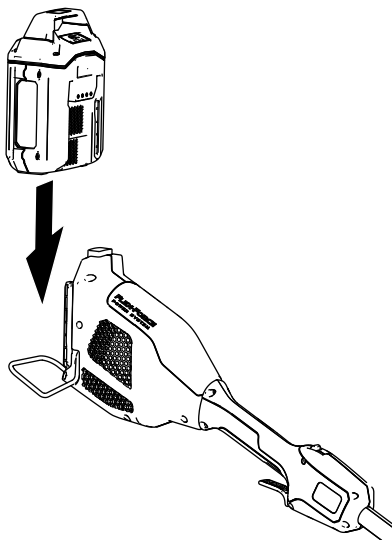

Figura 6
2. Alinee el hueco de la batería con la lengüeta del alojamiento de la empuñadura (**Figura 6**).